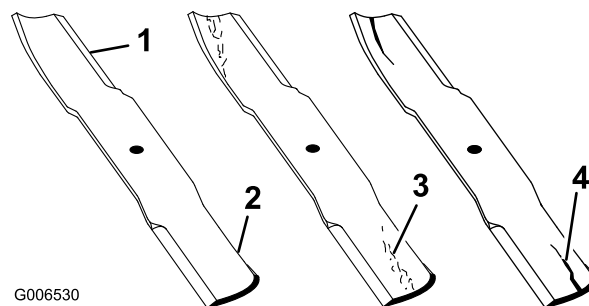

Figura 25
4. Examine cuidadosamente as extremidades da lâmina, prestando especial atenção à zona onde se encontram as partes curvas e planas da lâmina (Figura 25).
Nota: Verifique o estado da lâmina antes da operação de corte, pois a areia e outros materiais abrasivos podem ter desgastado o metal que liga as partes curva e plana da lâmina. Se notar algum desgaste (Figura 25), substitua a lâmina; consulte Retirar a lâmina de corte.
Se a lâmina continuar a sofrer este tipo de desgaste irá formar-se uma ranhura entre a parte curva e a parte plana da lâmina (**Figura 25**). Eventualmente, pode soltar-se algum pedaço da lâmina e projetar-se, ferindo-o a si ou a qualquer pessoa próxima.